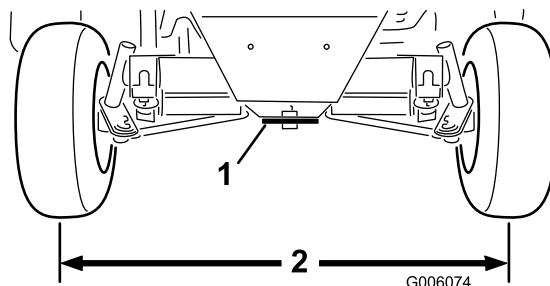

Figura 58
3. Ajuste ambas as barras transversais até que distância centro a centro à frente e atrás das rodas traseiras seja a mesma (Figura 58).